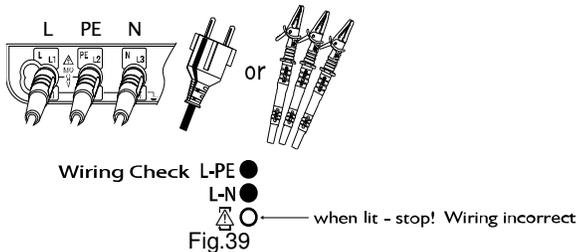

Fig.39
1. Insérez le cordon dans l'instrument. (Fig.39)
3. Vérifiez si les symboles de contrôle de câblage s'allument comme indiqué dans la Fig.39 avant de presser le bouton de test.
Si les symboles diffèrent de ceux indiqués sur la Fig.39 ou que le symbole s'affiche, NE CONTINUEZ PAS PUISQUE LE CABLAGE EST INCORRECT. Le défaut doit être recherché et rectifié.